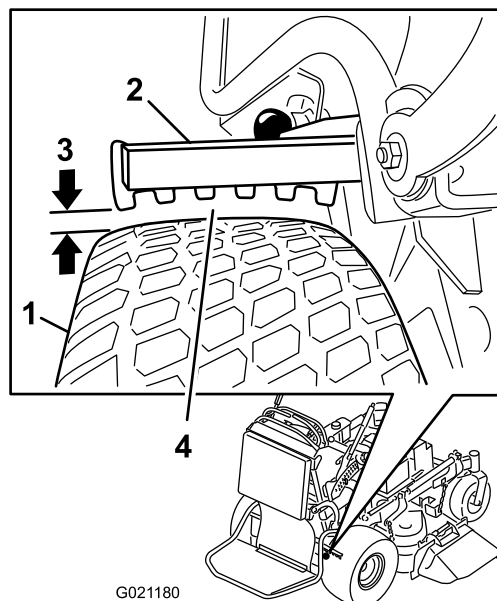

Figure 62
6. Utilisez le côté présentant le plus petit espace, et faites en sorte que la distance se situe entre 3 et 6 mm (1/8 et 1/4 po), comme montré à la Figure 62; voir Réglage des freins \(page 45\) quand un réglage est nécessaire.
5. Réglez la chape (Figure 62).